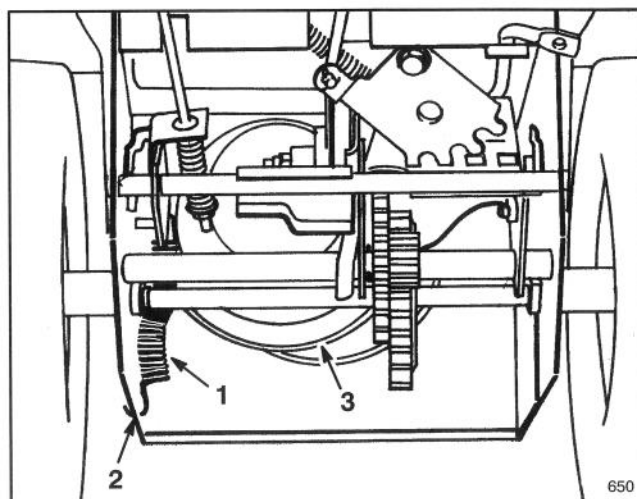

Figure 27
7. Débranchez le ressort de l'encoche du bord inférieur du panneau latéral (Fig. 27).
11. Accrochez le ressort dans l'encoche du bord inférieur du panneau latéral (Fig. 27).